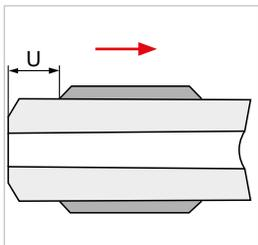

Abbildung 2
- ▶ Schrauben Sie den Druckring auf das Rohr (*Abbildung 2*). Entnehmen Sie das einzustellende Maß "U" aus der Tabelle in *Kapitel 10.3 auf Seite 47.*